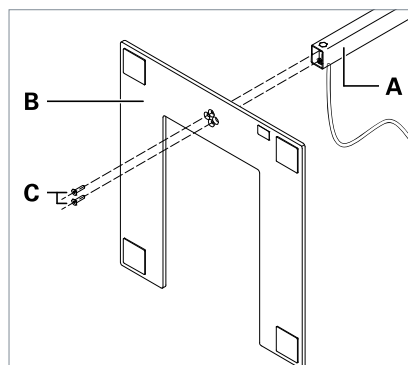

Fig. 1: Rechteckiges Standrohr montieren.
- Rechteckiges Standrohr, siehe Fig. 1
- ▶ Wenn Sie ein **rechteckiges Standrohr** montieren: Montieren Sie das Standrohr **A** mit den mitgelieferten Schrauben **C** so am Leuchtenfuß **B**, dass die Anschlussleitung nach vorne zeigt, siehe Fig. 1.